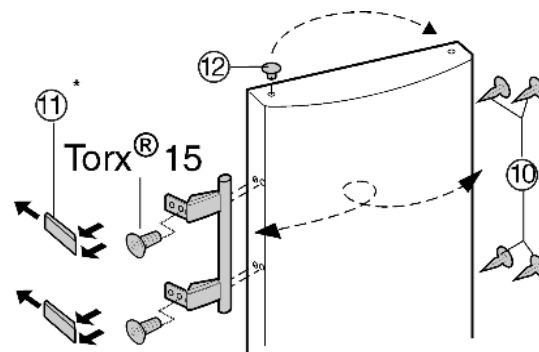

Fig. 9
- ▶ Wyciągnąć wkładkę Fig. 9 (12) z zawiasu drzwi i przenieść na drugą stronę.
- ▶ Zdemontować uchwyt drzwi, zatyczki Fig. 9 (10) oraz płytki dociskowe Fig. 9 (11) i przenieść je na przeciwną stronę.